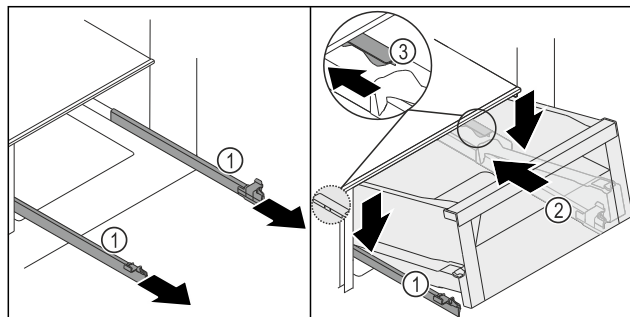
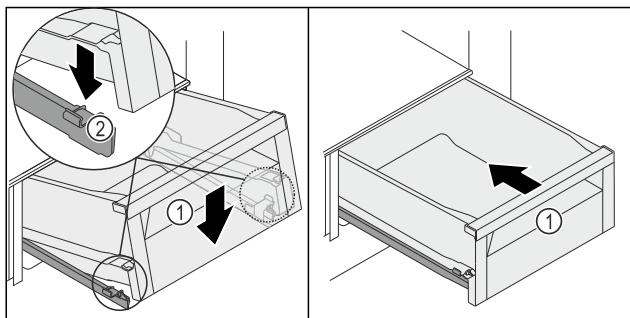

Fig. 211
Fig. 212
- Håll tag om skenor Fig. 211 (1) och ställ ner utdragslådan Fig. 211 (2) bakom stoppet Fig. 211 (3) uppifrån på skenor Fig. 211 (1).
- Skjut in utdragslådan Fig. 211 (2) på skenor Fig. 211 (1) så långt det går.
- Sänk ner utdragslådan Fig. 211 (2) framtill så att den glider in i vänster och höger bygel Fig. 212 (2).
- Du hör närutdragslådan Fig. 212 (1) hakar fast.
- Skjut in utdragslådan Fig. 212 (1).